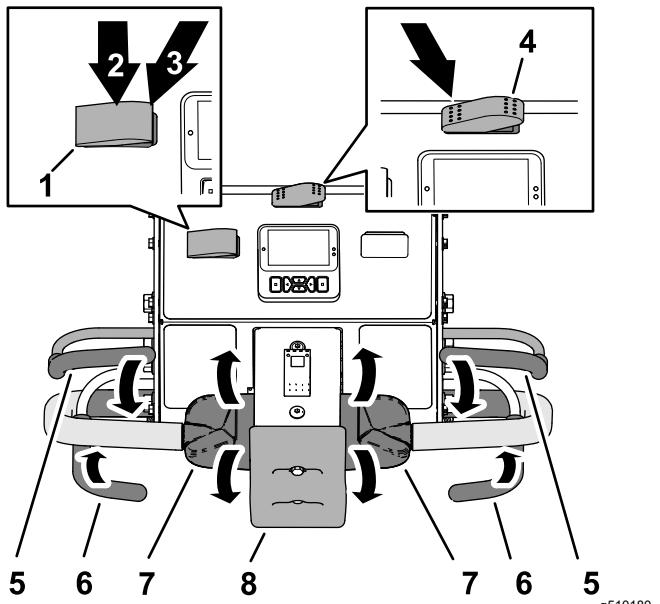

Figura 75
- Pulse el interruptor de transporte/aireación hasta la posición de AIREAR (Figura 75).